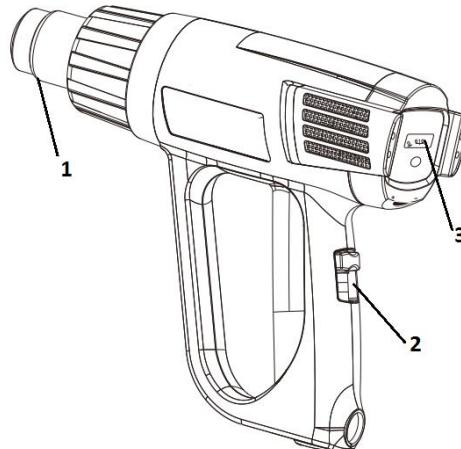

Рисунок 1
2.2.1 Конструкція виробу вміщена в корпус з термостійкого пластику і складається з наступних основних частин: нагрівального блоку в складі керамічного нагрівального елементу в термоізоляціючому кожусі з вихідним сталевим соплом нагрітого повітря (1); компресорного блоку у складі колекторного двигуна змінного струму з відцентровою повітряною крильчаткою; перемикач/вимикач режимів (2) з ручкою регулятора температури (3), – згідно рис.1. Корпус обладнаний кільцевою рукояткою з захистом руки та торцевою опорою для мікопераційного зберігання соплом поверх. Електрична частина виробу складається з колекторного однофазного електродвигуна змінного струму, перемикача електроstromu, електронного блоку управління з регулятором температури, з'єднувальних проводів і мережевого шнура. Захист від ураження електричним струмом користувача у виробу відповідає класу II за ДСТУ EN 61140:2015.